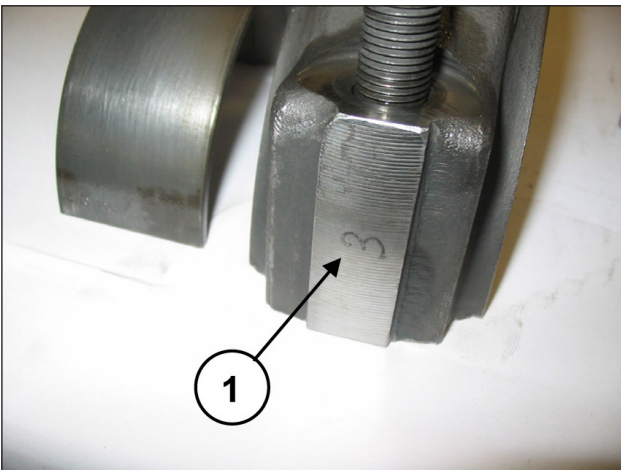

Abb. 18
Um Fehler zu vermeiden, sind Pleueldeckel und Pleuelhälften auf einer Seite nummeriert (Pos. ①, Abb. 18).